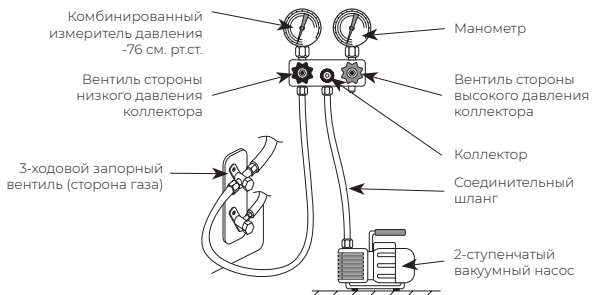

Рис. 12
1. Снимите защитную крышку с предназначенного для техобслуживания фитинга 3-ходового запорного вентиля наружного блока. Подключите к нему соединительный шланг стороны низкого давления коллектора (см. рис. 12).